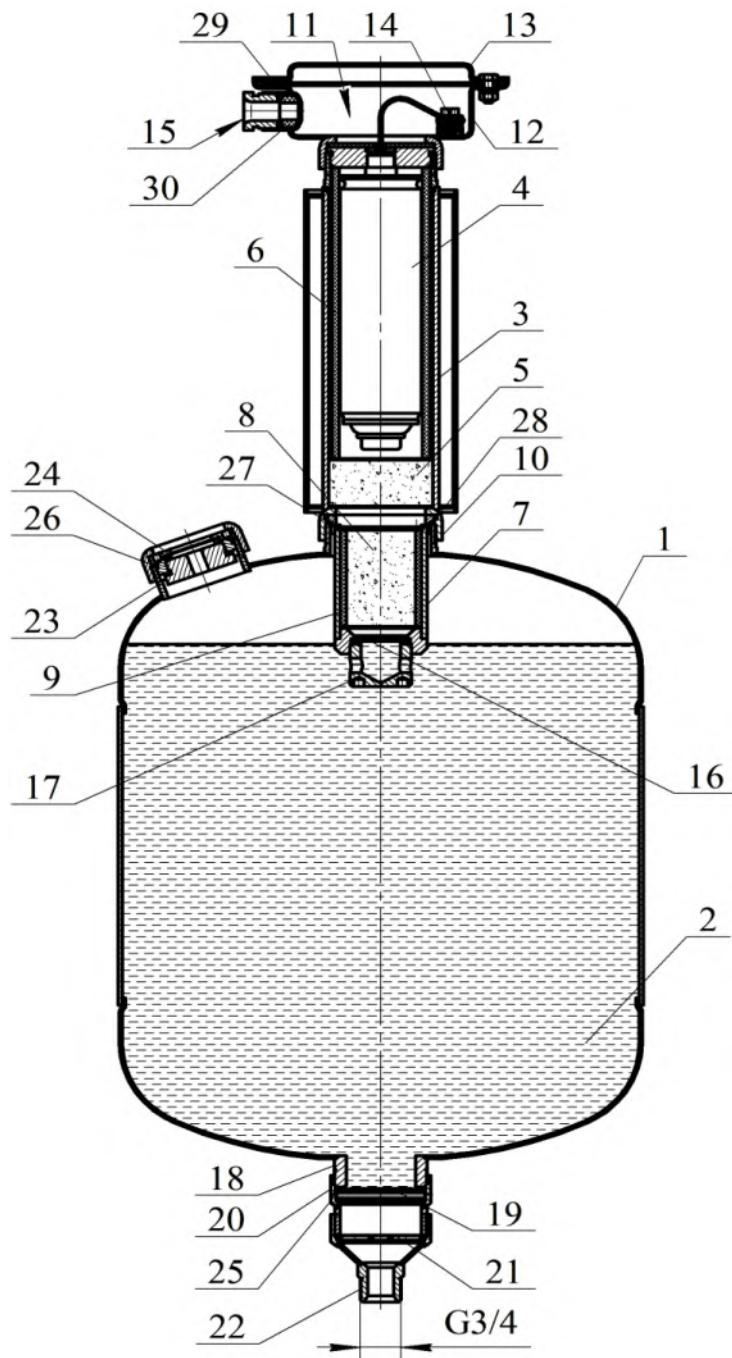

Рисунок 1
1.4.1.1 МУПТВ (см. рисунок 1) состоит из корпуса 1, заправленного ОТВ 2, газогенерирующего устройства 3 и мембранных рабочих узлов, смонтированных в нижней части модуля. В корпусе газогенерирующего устройства установлены ИХГ 4 с элементом электропусковым и фильтр-охладитель 5, содержащий пористый искрогасящий материал. В зазоре между ИХГ 4 и корпусом газогенерирующего устройства 3 расположена втулка 6 из теплозащитного материала. За газогенерирующим устройством 3 расположен корпус 7 с фильтром-охладителем 8 из пористого искрогасящего материала. Между фильтром-охладителем 8 и корпусом 7
Залить в отверстие верхней горловины **23** (см. рисунок 1) воду (питьевую либо дистиллированную) (температура воды должна быть плюс $(15\dots25)^{\circ}\text{C}$) объемом $26,2^{+0,4} \text{ дм}^3$. Открыть упаковки с жидкими добавками к воде и залить их в отверстие верхней горловины **23**.
2.1.6.3 Полученный раствор ОТВ залить в отверстие верхней горловины **23** (см. рисунок 1). Для окончательного приготовления ОТВ открыть упаковки с жидкими добавками к воде и залить их в отверстие верхней горловины **23**.
2.1.9 Соединить штуцер 13 (см. рисунок 1) с трубной разводкой.